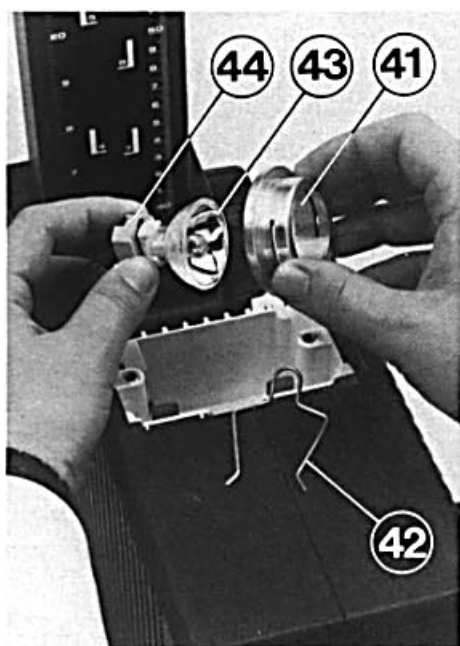

Bild 17
Nach dem Entfernen der Lampenhalterfeder (42) wird der Lampenhalterung (41) abgenommen und die Lampe mit dem Reflektor (43) aus der Fassung (44) gezogen (Bild 17).